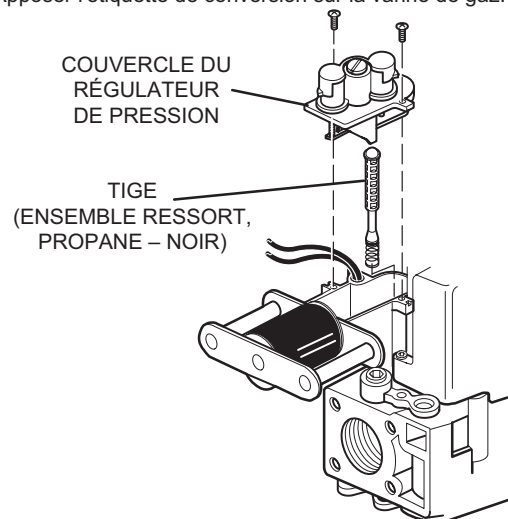

Figure 2
- 8 - Installer les ressorts. Voir la Figure 2 ou 3 et les instructions du fabricant fournies avec l'ensemble de ressorts.